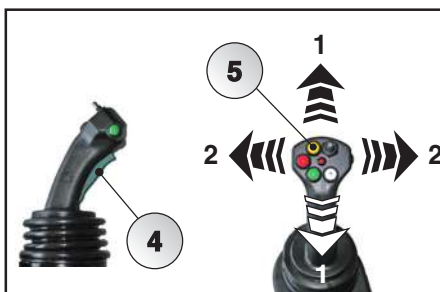

Abb. 5.79
Den grünfarbigen Sicherheitsknopf (4) (Fahrer anwesend) und den gelbfarbigen Knopf (5) gedrückt haltend, ist es möglich den Joystick Hebel (10) wie im Bild 5-79 zu richten u. die Schnellkupplungen wie in Bilder 5-80/81 gezeigt zu fördern.